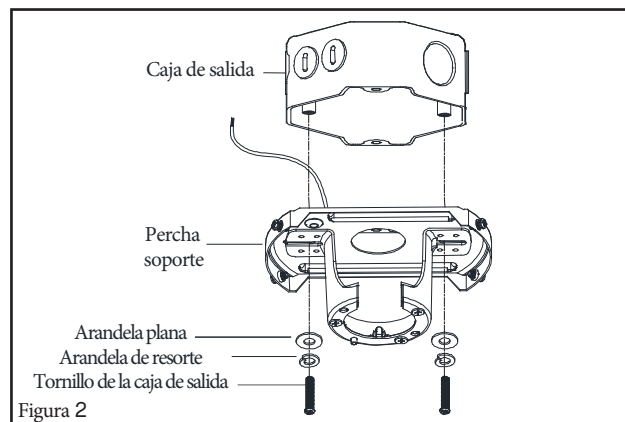

Figura 2
- 4 Fije el soporte para colgar a la caja eléctrica utilizando los tornillos proporcionados con la caja eléctrica. (Figura 2)